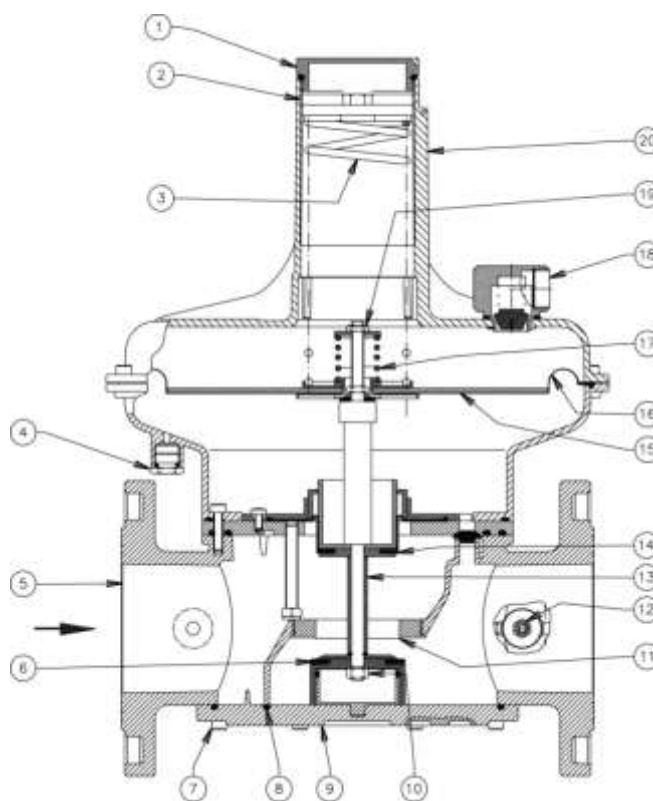

Рис. 3
Регулятор (рис. 3) состоит из: колпачок (1); регулировочный винт (2); пружина регулирования исходящего давления (3); отверстие для подключения внешнего импульса (4); корпус (5); затвор (6); винты крепления нижней панели (7); уплотнительное кольцо (8); нижняя панель (9); гайка фиксации затвора (10); седло (11); штуцер для отбора давления (12); центральный штифт (13); компенсационная мембрана (14); диск рабочей мембраны (15); рабочая мембрана (16); пружина сбросного клапана (17); сбросное отверстие избыточного давления G 3/4" (18); винт настройки сбросного клапана (19); раструб (20).